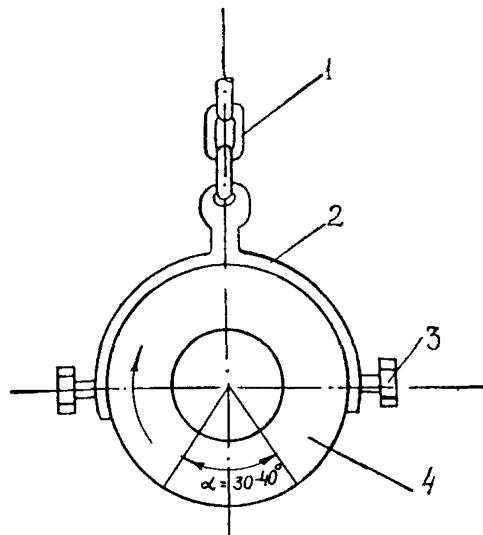

Рис. 2. Выглаживающие трубы (вид сбоку):
- для равномерного износа трубы в конце рабочего дня трубы поворачивают в кронштейнах вокруг их горизонтальной оси на 30—40° (рис. 2).